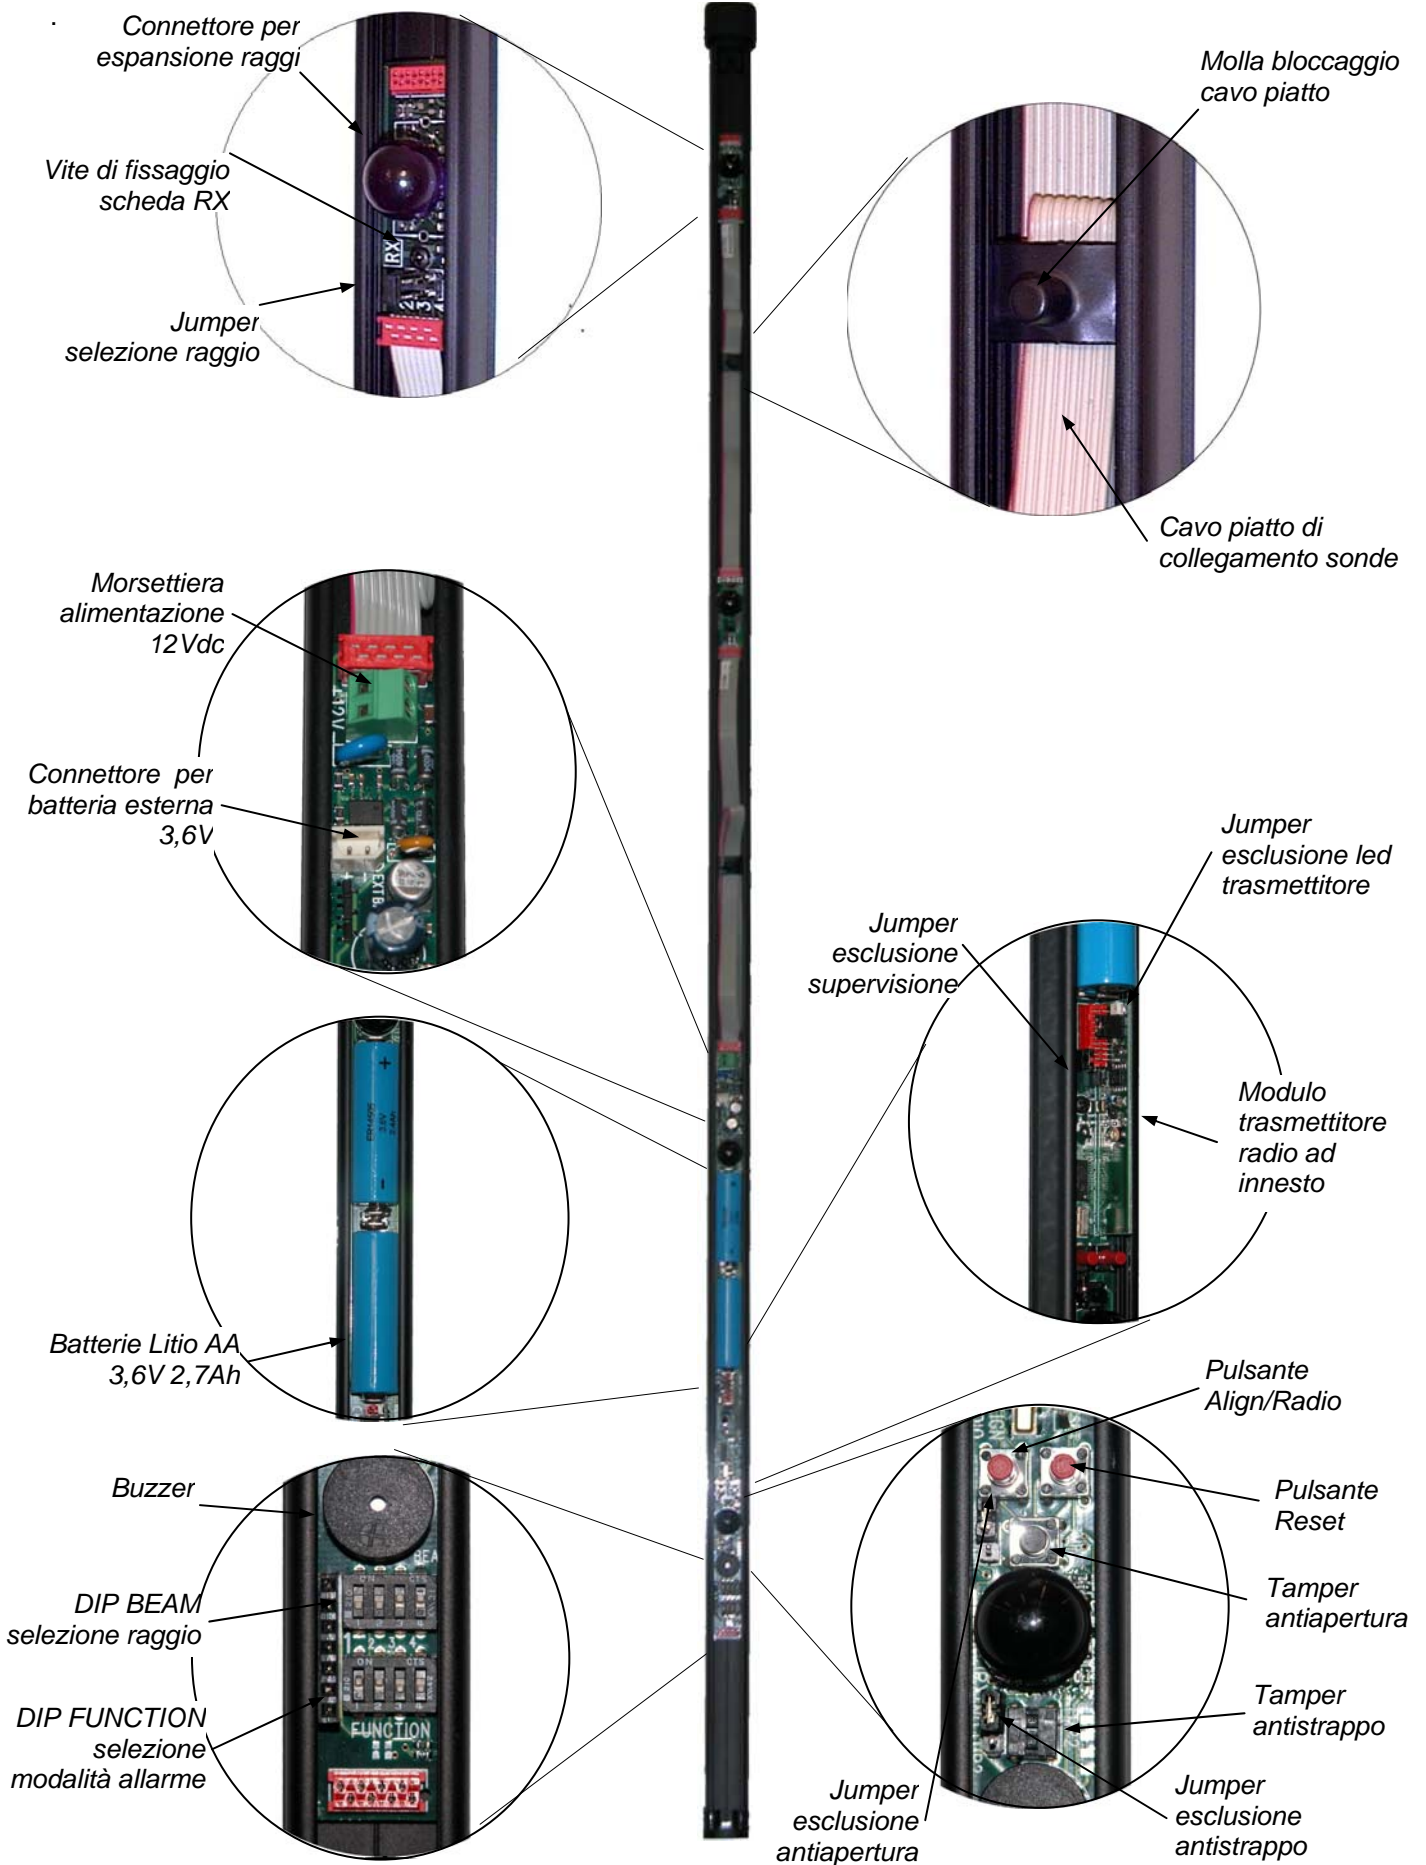

Fig. 2
7. Inserire gli azionatori in gomma del tamper antistrappo negli appositi fori, ed inserire le molle sui tamper antiapertura (Fig. 2). *Se non si vuole usare il tamper antistrappo controllare che sia inserito il jumper NO TMP2. Se non si vuole usare il tamper antiapertura controllare che sia inserito il jumper NO TMP1.*